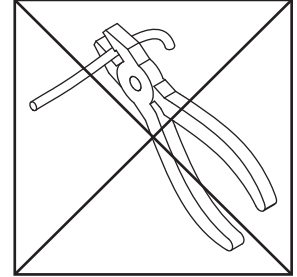

図5
- ❌ 銅パイプを曲げるときに、ペンチやプライヤーを使用しないでください。（図5）